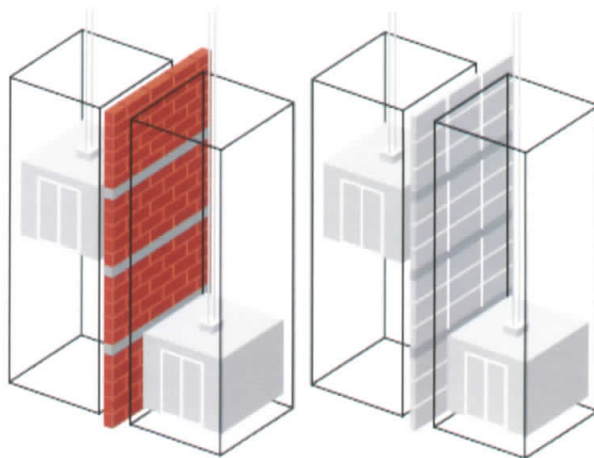

Figura 22
- Separação dos poços e caixas dos elevadores lado a lado em toda sua extensão com parede de alvenaria, ou concreto, ou placas pré-moldadas, ou tela metálica (NBR 16042, item 5.6.2) (Figura 22).